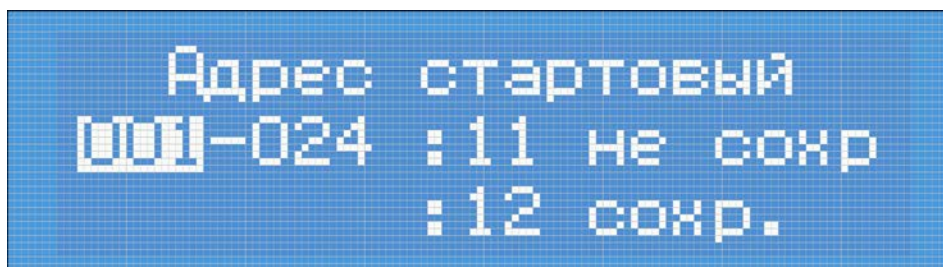

Рисунок 6: Установка стартового адреса
– Нажать на кнопку «1», после чего отобразится установленный диапазон DMX-адресов, в котором будет выделено значение стартового адреса (Рисунок 6);